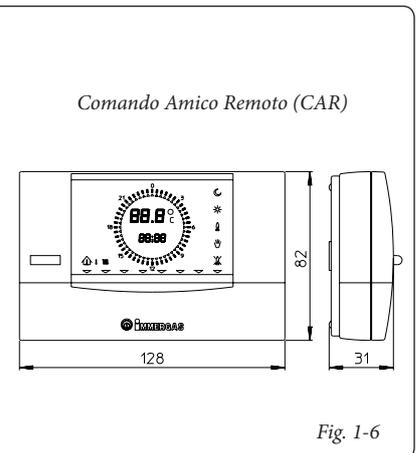

Fig. 1-6
- Dispositivo Comando Amico Remoto (Fig. 1-6) con funzionamento di cronotermostato climatico. Il pannello del Comando Amico Remoto consente all'utente, oltre alle funzioni illustrate al punto precedente, di avere sotto controllo e soprattutto a portata di mano, tutte le informazioni importanti relative al funzionamento dell'apparecchio e dell'impianto termico con la opportunità di intervenire comodamente sui parametri precedentemente impostati senza necessità di spostarsi sul luogo ove è installato l'apparecchio. Il pannello del Comando Amico Remoto è dotato di auto-diagnosi per visualizzare sul display eventuali anomalie di funzionamento della caldaia. Il cronotermostato climatico incorporato nel pannello remoto consente di adeguare la temperatura di mandata impianto alle effettive necessità dell'ambiente da riscaldare, in modo da ottenere il valore di temperatura ambiente desiderato con estrema precisione e quindi con evidente risparmio sul costo di gestione. Consente inoltre di visualizzare la temperatura ambiente e la temperatura esterna effettiva (se presente la sonda esterna). Il cronotermostato è alimentato direttamente dalla caldaia tramite gli stessi 2 fili che servono per la trasmissione dati fra caldaia e cronotermostato.